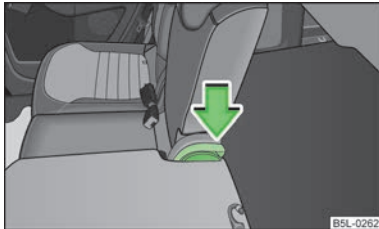

Fig. 54
- Apăsăți maneta » fig. 54 și rabatați spătarul scaunului spre înapoi. Asigurați-vă, prin tragere, că spătarul scaunului este fixat.